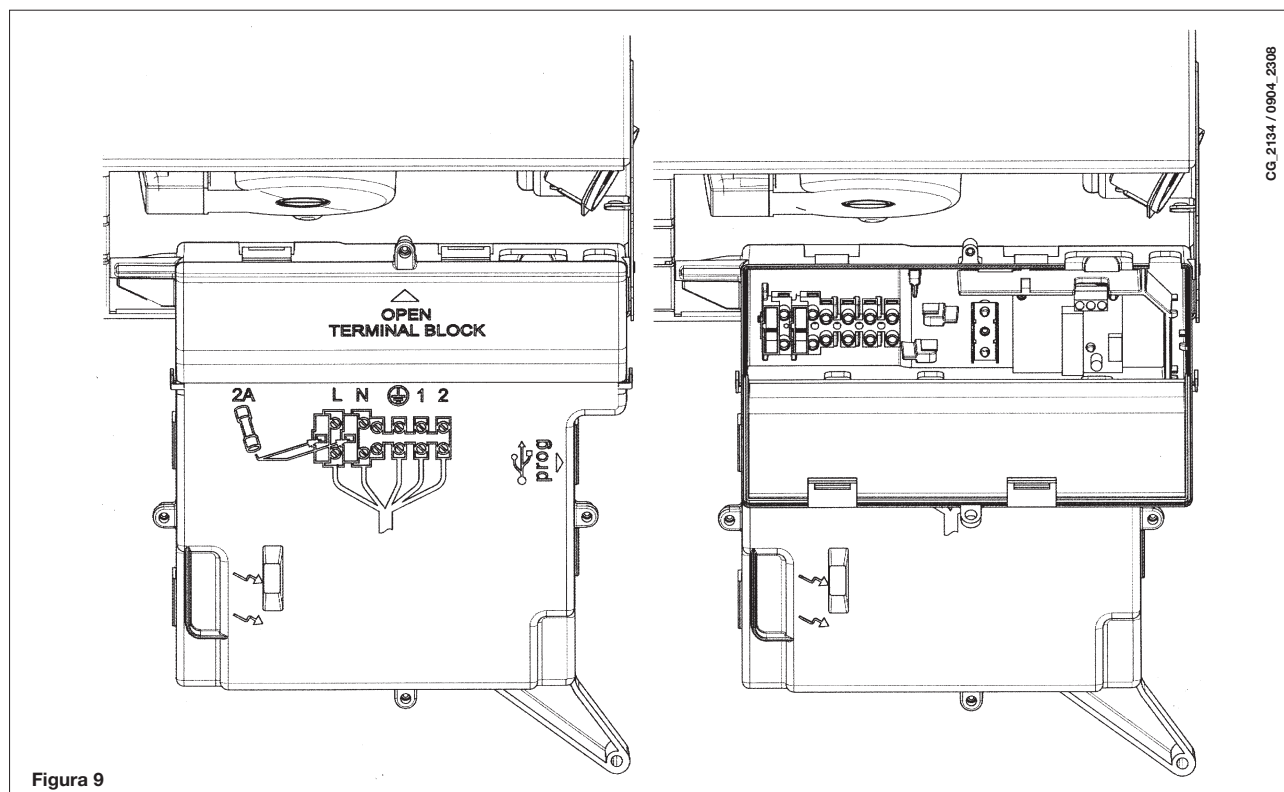

Figura 9
- tire a tampa para aceder à zona das ligações eléctricas (figura 9).
- aceda à régua de bornes de alimentação (figura 9) como se descreve no capítulo anterior;
- retire a ponte entre os bornes (1) e (2);